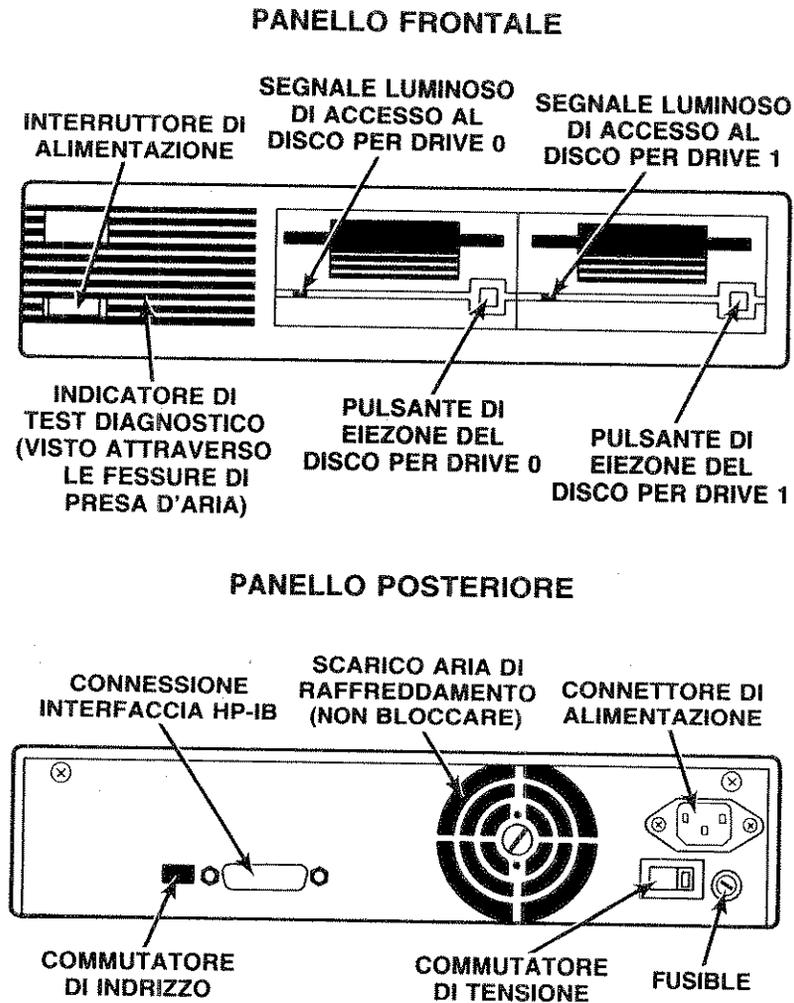

Figura 1: Pannelli frontale e posteriore degli HP 9121/9122
- Notate le parti della vostra unità disco illustrate nella figura 1.